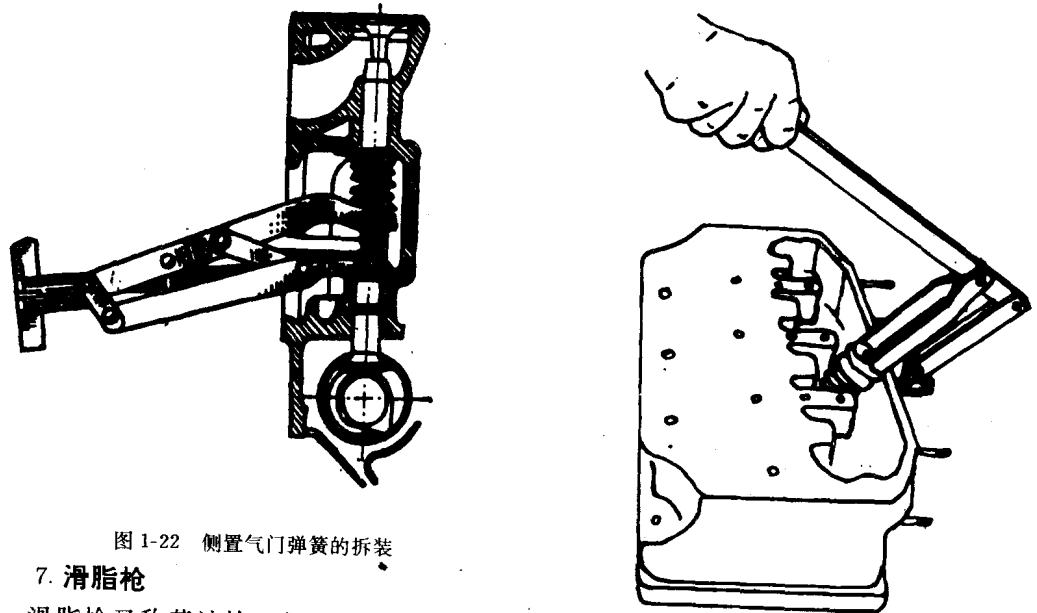

图 1-22 侧置气门弹簧的拆装
1) 侧置气门弹簧拆装钳在使用时,把钳口先收缩至最小位置,并插入气门弹簧座下部,然后旋转手柄,使两钳口紧贴弹簧座而伸张,另一只手向前撑持压牢,防止滑出。由于钳口伸张,气门弹簧被压缩,这时可取出气门锁销或锁块,即可拆出气门、气门弹簧,如图 1-22 所示。